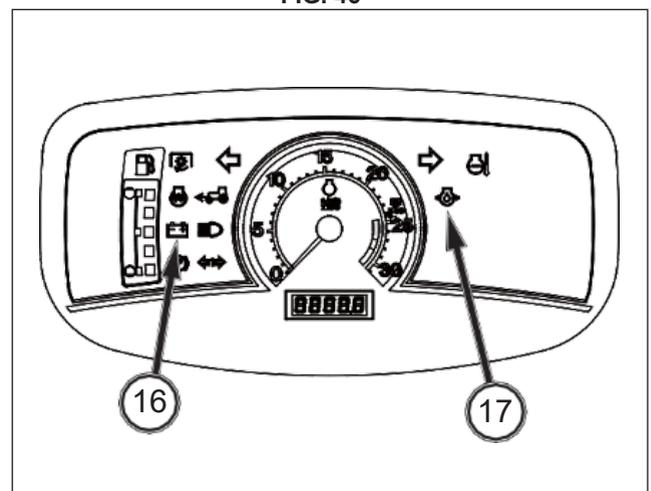

FIG. 47
FIG. 47: El indicador de carga de la batería (16) y el indicador de presión de aceite del motor (17), situados en la fija de indicadores, deben apagarse cuando el motor arranca. Si uno de ellos permanece encendido, CORTE INMEDIATAMENTE EL MOTOR y busque el problema.